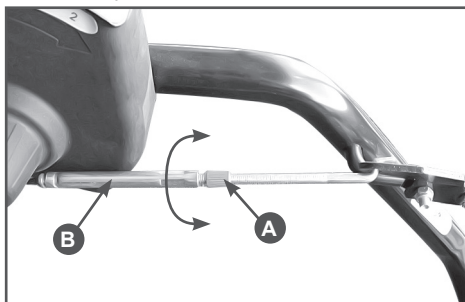

Рис. 13 Регулировка троса привода хода
Для регулировки троса привода хода необходимо ослабить контргайку (A) Рис.13 и вращая поводок (B) по часовой или против часовой стрелки установить необходимую длину троса. Затем затянуть контргайку (A).